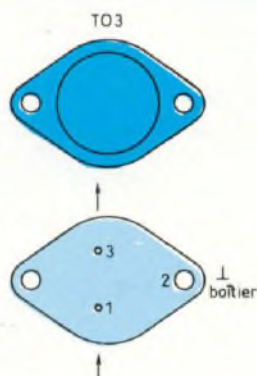

Fig. 4
- Boîtier aluminium TO 3 (figure 4). Intensité maximale : 3 A.